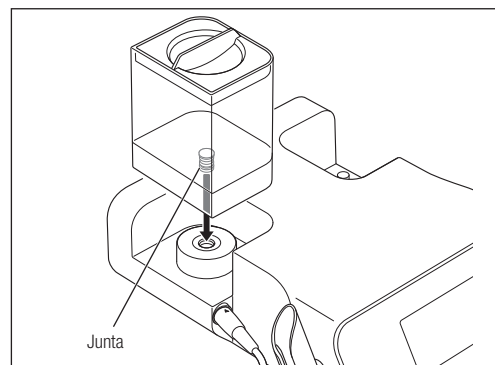

Fig. 13
- 3) Cierre bien la tapa del recipiente de irrigación e inserte en posición recta la junta del recipiente en el conector de la base del recipiente de irrigación (Fig. 13).